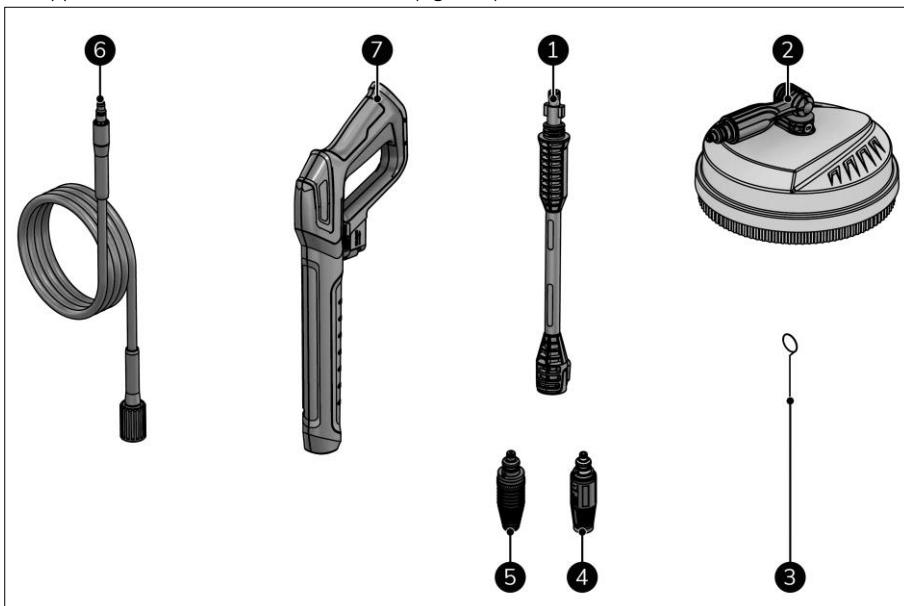

Figure 5
Cet appareil inclut les accessoires suivants (figure 5) :
- Tenez le pistolet à jet (figure 5, pos. 7) à deux mains.
- Placez le nettoyeur de sol (figure 5, pos. 2) sur la surface à nettoyer.